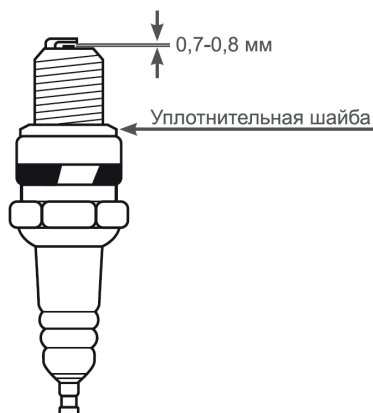

Рис. 29. Обслуживание свечи зажигания
4. Измерьте зазор между электродами свечи зажигания специальным щупом. Зазор должен быть 0,7-0,8 мм, см. Рис.29. При увеличении, или уменьшении требуемого зазора, рекомендуется заменить свечу, так как регулировка зазора может привести к изменению качества искрообразования.
При установке новой свечи зажигания для обеспечения требуемой затяжки, заверните свечу ключом на $\frac{1}{2}$ оборота после посадки буртика свечи на уплотнительную шайбу. При установке бывшей в эксплуатации свечи зажигания, для обеспечения требуемой затяжки заверните свечу ключом на $\frac{1}{4}$ - $\frac{1}{8}$ часть оборота после посадки буртика свечи на уплотнительную шайбу (Рис.29).